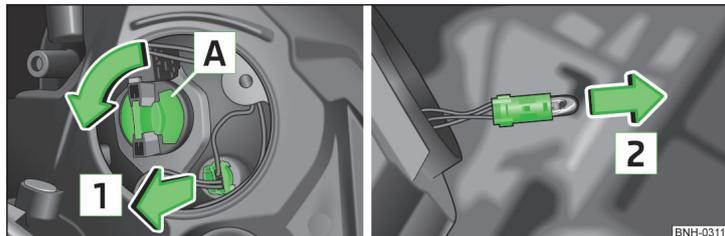

Fig. 151 Sostituzione della lampadina per luci abbaglianti, luci diurne e luci di posizione
- › Girare lo zoccolo **A** » fig. 151 fino all'arresto in direzione della freccia e quindi estrarlo.
- › Estrarre lo zoccolo con la lampadina nella direzione indicata dalla freccia **1** » fig. 151, senza movimenti bruschi.